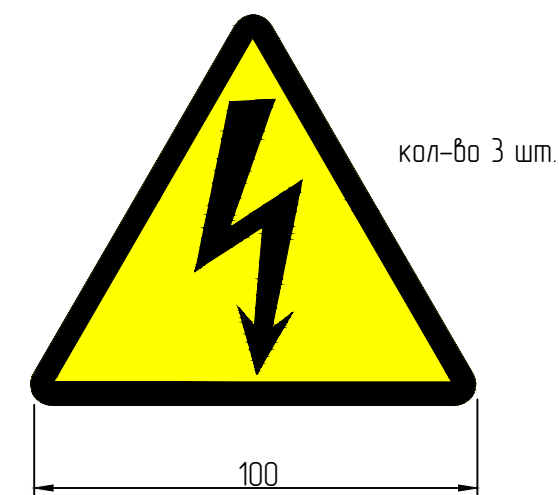

Рисунок 5
5. Знак безопасности (рисунок 5) выполнить на желтом фоне. Допускается заменить на аналогичный покупной такого же размера.